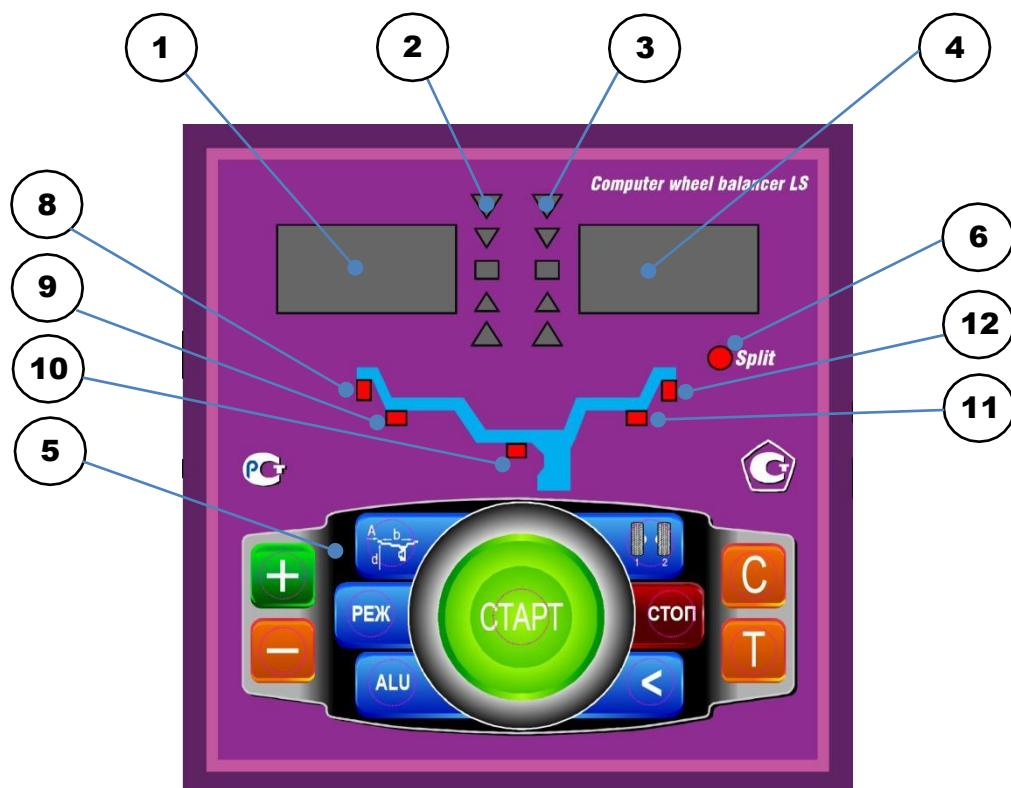

рис.8.1.
8.1. Общий вид лицевой панели показан на рис. 8.1.
При выдвижении штанги на индикаторах 1 (рис. 8.1) отображается значение параметра "A". Значение параметра "d" отображается на индикаторах 4.
Для ввода ширины нажмите кнопку "+" или "-" на индикаторах 1(рис.8.1) высветится "-b-", а на индикаторах 4 значение ширины диска. Через 2-3 сек после установки ширины индикаторы в режим отображения текущего дисбаланса.
Дважды нажать кнопку "A, d, b", после чего на индикаторах 1 (рис.8.1) загорается символ "A", а на индикаторах 4 исходная величина дистанции. Нажимая кнопки "-" и "+" установить на индикаторах 4 требуемую величину дистанции. Через 2-3 сек после установки дистанции показания на индикаторах 1 и 4 возвращаются к отображению текущего дисбаланса, а кнопки "-" и "+" возвращаются в режим ввода ширины обода.
11.1. Переключение схем ALU1-ALU5 осуществляется последовательным нажатием кнопки "ALU" при этом схема установки грузов отображается загоранием соответствующих светодиодов 8-12 (рис.8.1), кроме того, на индикаторах 1 отображаются символы ALU, а на индикаторах 4 номер 1-5. Через 2-3 сек. после установки требуемой программы ALU индикаторы 1-4 переходят в режим отображения дисбаланса.
12.3. Для входа в программу Split удерживайте кнопку РЕЖ, до того, как загорится светодиод 6 (рис.8.1) и на индикаторах 1 загораются символы "SPn", означающие, что необходимо ввести число спиц обода колеса, подлежащего балансировке. При этом на индикаторах 4 загорается цифра 5. Если число спиц колеса отличается от 5, кнопками "-" и "+" установить на индикаторах 4 фактическое число спиц колеса.
12.4. Запустите СБ. После остановки вала установите любую спицу обода колеса вертикально вверх (на 12 часов) и нажмите кнопку С. После чего, на индикаторе 1 и линейке 2 (рис.8.1) будут указаны величина и место установки корректирующего груза на внутренней плоскости.
кнопку "1-2". Визуальный контроль того, какие параметры установлены в данный момент, осуществляется нажатием "A, d, b" на индикаторах 4 (рис.8.1) будут последовательно отображены, установленные в данный момент диаметр, ширина обода и дистанция.
14.1. При включении тумблера питания СБ на индикаторах 1 (рис. 8.1) высвечивается трёхзначное число -номер версии программного обеспечения. Через 2-3 сек на индикаторах 1 и 4 должны загореться нули, кроме того должны загореться светодиоды 8 и 12, что свидетельствует о включении режима стандартной балансировки с установкой на обеих плоскостях коррекции грузиков на пружинках. На линейках 2 и 3 (рис. 8.1) должны загореться центральные светодиоды.
14.2. При включении СБ программа измерения дисбаланса настраивается таким образом, что дисбаланс менее 8 г (заводская установка для легкового режима) на любой плоскости коррекции не показывается, в этом случае на индикаторах 1 и 4 (рис. 8.1) высвечиваются "0". Минимальный дисбаланс отображающийся на индикаторах 1 и 4 равен 8г. Дисбаланс, превышающий 8г, округляется до величины кратной 5, т. е. дисбаланс 9, 10, 11 и 12 г отображается цифрой 10, дисбаланс 13, 14, 15, 16 и 17 г - цифрой 15 и т. д. Для просмотра неокруглённого значения дисбаланса или дисбаланса менее 8г. необходимо нажать кнопку "<", при этом на индикаторах 1 и 4 на 2-3 сек высвечиваются фактические значения дисбаланса, определённые в данном запуске.